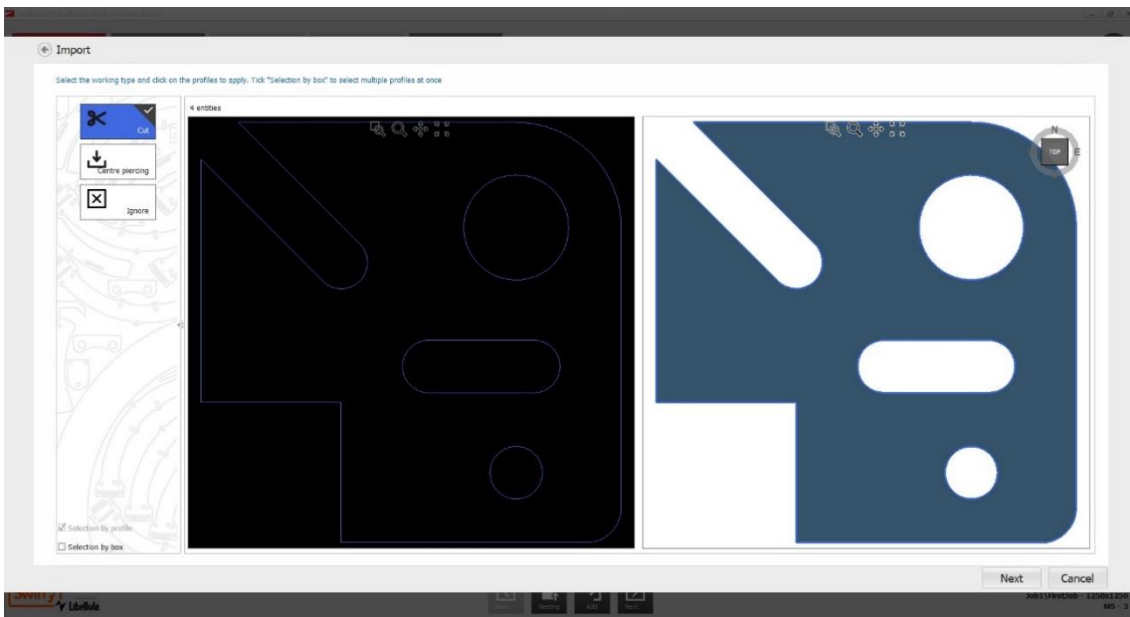

Fig 50 Sélection du type de tâche
7. Les types de tâches sont les suivants (voir Fig 50) :